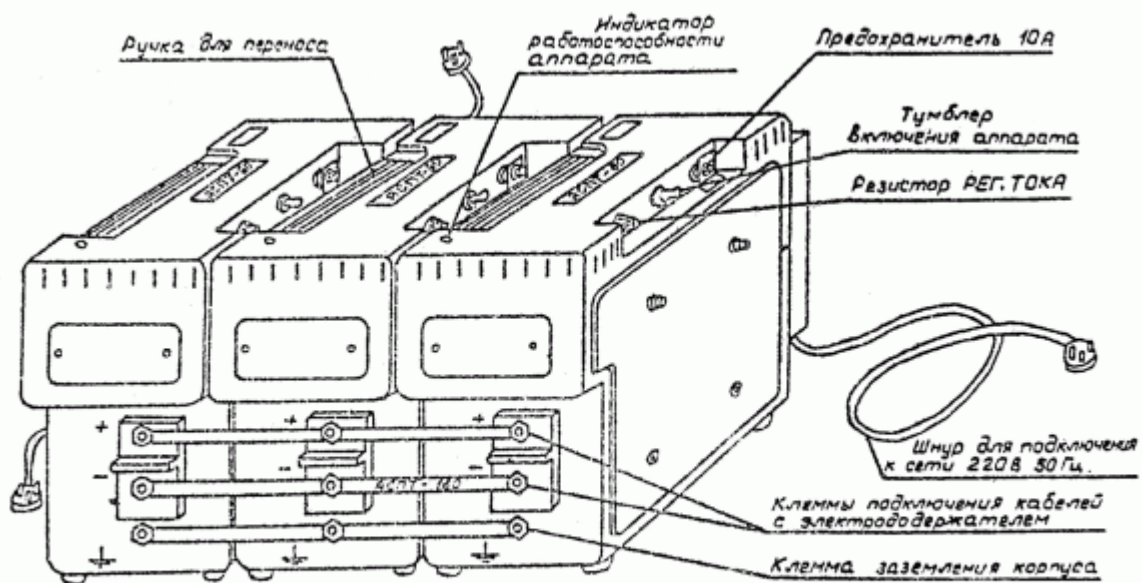

Рис.4. Общий вид аппарата АСПТ-180
4.3.1.1. Общий вид аппарата приведен на рис.4.
4.3.1.2. Конструктивно он представляет собой сварочный агрегат, состоящий из трех аппаратов АСПТ-60, у которых корпуса соединены между собой специальными узлами крепления, выходные клеммы - запараллелены электрическими шинами (см. рис.4). Сетевые шнуры аппарата АСПТ-180 подключаются параллельно к трем розеткам однофазной электросети или трехфазной сети, каждый составляющий аппарат АСПТ-60 к "своей" фазе. Для более удобного подключения составных частей аппарата АСПТ-180